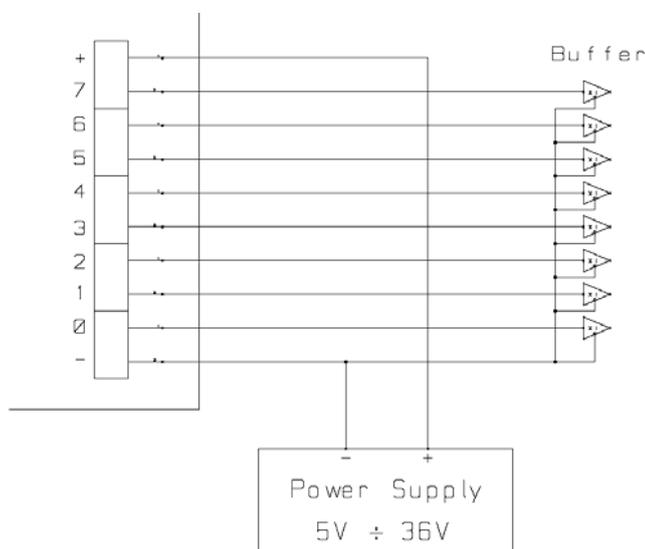

Figura 5: schema elettrico di connessione delle uscite.
-Figura 5: nel caso in cui gli ingressi debbano rilevare la pressione di un pulsante oppure un'uscita open collector.